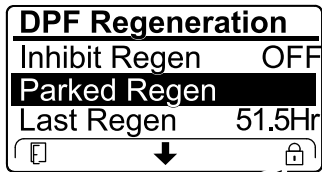

图 59
- 如果发动机计算机请求恢复再生或正在处理恢复再生向下滚动至 PARKED REGEN 驻车再生选项驻车再生锁定且锁定图标图 59 将显示在 InfoCenter 信息中心右下角。